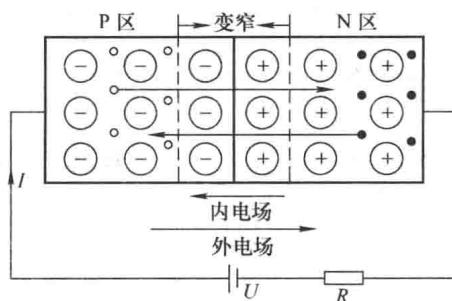

图 1-14 PN 结外加正向电压
1) PN 结外加正向电压 在 PN 结的 P 端接高电位，N 端接低电位，称 PN 结外加正向电压，又称 PN 结正向偏置，简称为正偏，如图 1-14 所示。外加电场与 PN 结形成的内电场方向相反，P 区的多子空穴（相当于正电荷）顺着外电场方向往中间运动，与 PN 结空间电荷区的负离子复合；N 区的自由电子（多子且为负电荷），逆着外电场方向也向中间靠拢，与 PN 结中的正离子复合，形成电中和，使得内电场的正负离子数都减少，耗尽层变窄，内电场被削弱。但空穴与正离子、电子与负离子均相互排斥，复合后剩下的正负离子数达到最少量时，PN 结停止变窄，内电场达到最弱程度，形成导通压降（很小）；多子在外电场作用下与空间电荷区的离子电中和产生的定向扩散运动，形成导通电流，导通方向就是多子空穴的运动方向。